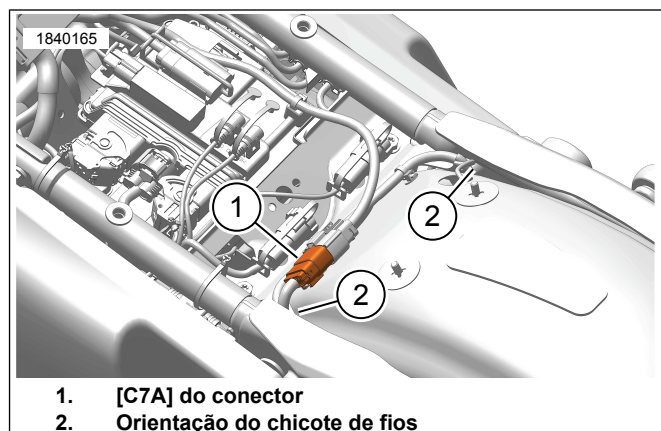
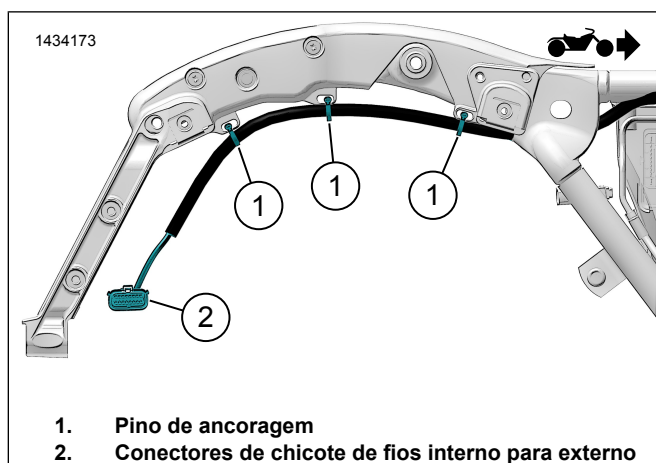
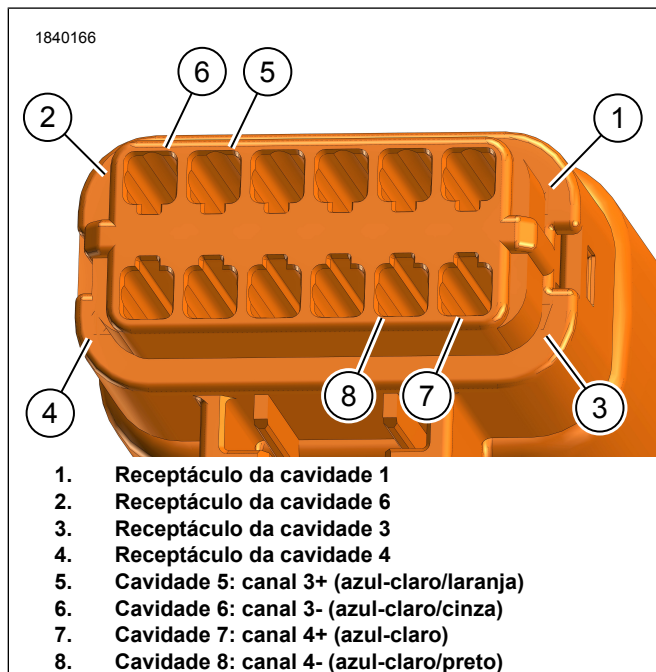

Figura 5. Localização do [C7A] do conector
Figura 6. Orientação do chicote de fios
Figura 7. [C7A] do conector de 12 pinos
1. Consulte Figura 5 e Figura 6 . Roteie o chicote de fios do alto-falante do alforje (Peça N.º 69203357, do kit) ao longo do quadro.
- b. Localize o [C7A] do conector de 12 pinos Equipamento original (OE) (1).
2. Figura 7 Remova os plugues das cavidades 5, 6, 7 e 8 (5 a 8) do [C7A] do conector.
3. Instale o terminal macho (azul-claro/laranja) na cavidade 5 (5) do [C7A] do conector.
4. Instale o terminal macho (azul-claro/cinza) na cavidade 6 (6) do [C7A] do conector.
5. Instale o terminal macho (azul-claro) na cavidade 7 (7) do [C7A] do conector.
6. Instale o terminal macho (azul-claro/preto) na cavidade 8 (8) do [C7A] do conector.
7. Figura 6 Usando abraçadeiras flexíveis (2), instale sem apertar o chicote de fios nos pontos de ancoragem (1). Não aperte as abraçadeiras.